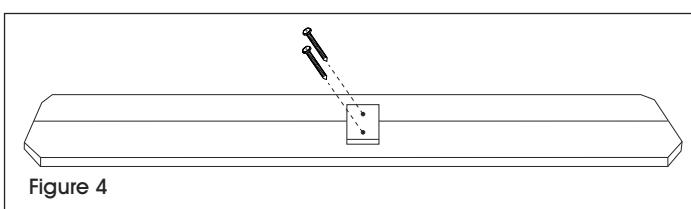

Figure 4
10. Prépercez des trous dans le bloc de soutien à l'aide de la mèche de perceuse de 1/8 po. Fixez le bloc de soutien au centre des deux planches du banc, puis fixez à l'aide de deux vis à bois de 2 ½ po. Répétez l'opération pour le deuxième banc. (Voir Figure 4)